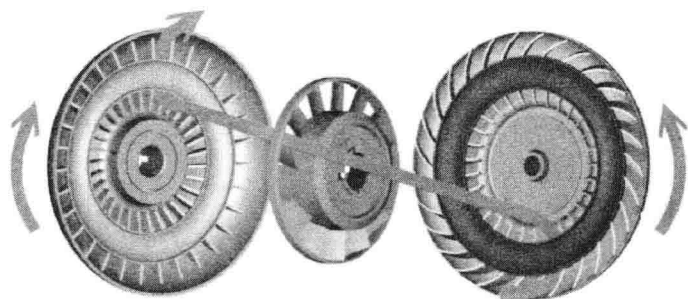

图 1-9 液力变矩器结构图
③ 液力变矩器（图 1-9）的维修工作主要是_____和_____。检查液力变矩器外部_____, 轴套外径有无磨损，驱动油泵的_____有无损伤。如有异常，就应更换液力变矩器。